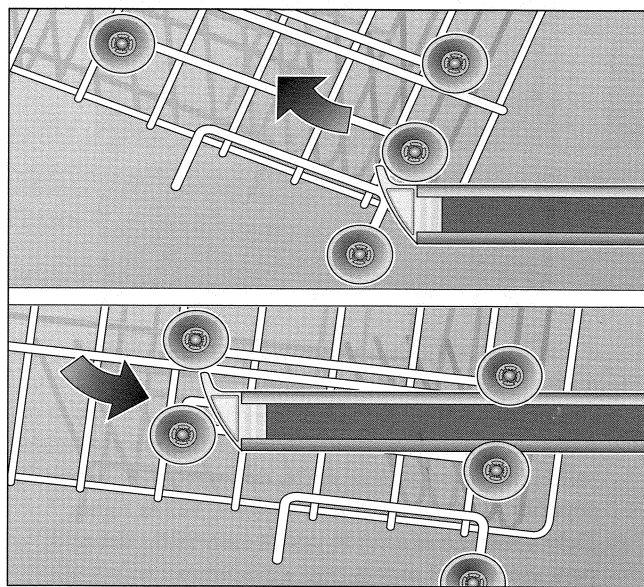

Figura 6.
La altura de la parrilla superior de las lavadoras de la serie DLX (SHU 3012 UC y SHU 3016 UC) es ajustable. Hay dos posiciones, vea la figura 6:
- a. Primero vacíe la parrilla y tire de la misma parcialmente hacia afuera hasta el punto donde ésta pueda ser levantada hacia afuera como se muestra en la ilustración superior de la Figura 6.